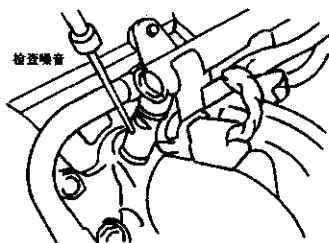

图 2-89 听诊喷油器是否喷油
① 在发动机工作时,用听诊器检查喷油器工作噪音,如果听不到正常的噪音,应检查喷油器电路是否正常。将听诊器杆置于喷油器上如图 2-89 所示。